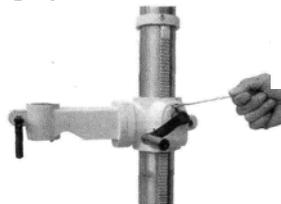

Figure 4
3. Installation de la manette du support et du boulon de fixation. (Fig. 4, 5)